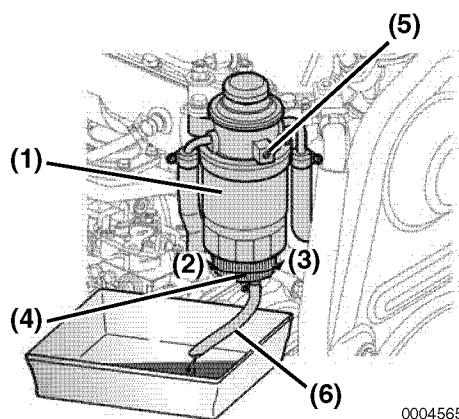

Figure 11
3. Fixez un tube (**Figure 11, (6)**) au bouchon de purge (**Figure 11, (4)**).
4. Desserrez le bouchon de purge (**Figure 11, (4)**) en bas du filtre à carburant/séparateur d'eau en tournant dans le sens inverse des aiguilles d'une montre et purgez l'eau ou les sédiments.